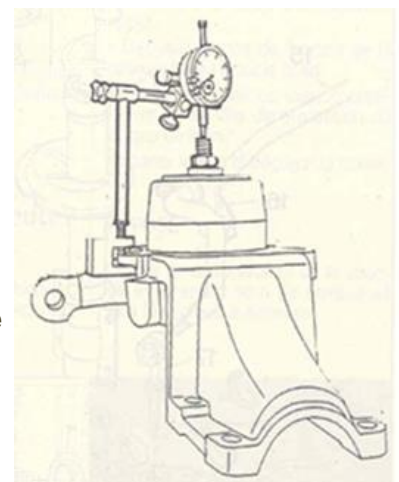

Fig. 2
- 3) Posizionare un comparatore sull'estremità della vite (fig. 2) e misurare il gioco assiale tra 0.02 e 0.10 mm. Il gioco viene regolato grazie al distanziale